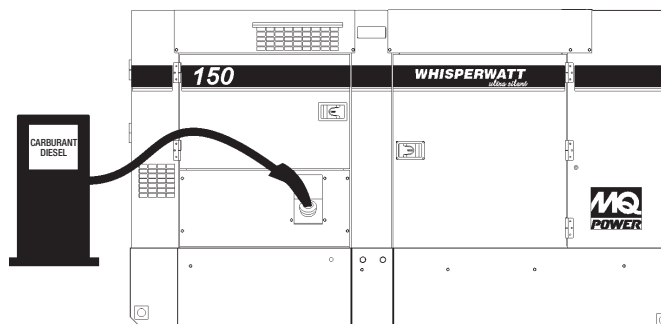

Figure 35. Alimenter le générateur
2. Retirer le bouchon du réservoir (réservoir de carburant interne) et remplir le réservoir comme illustré à la Figure 35.